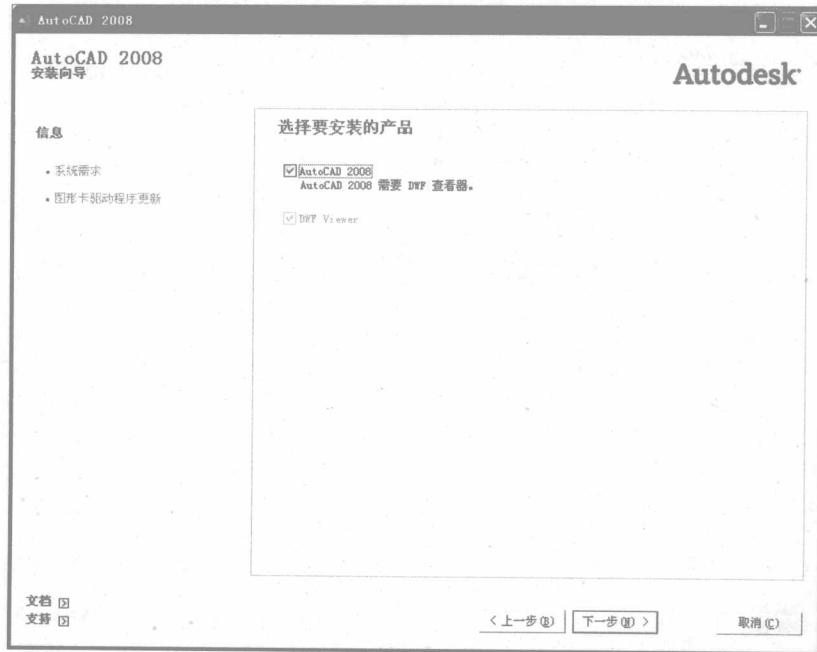

图 1-2-3
(4) 选中要安装的产品名称，点击“下一步”按钮，如图 1-2-3 所示。